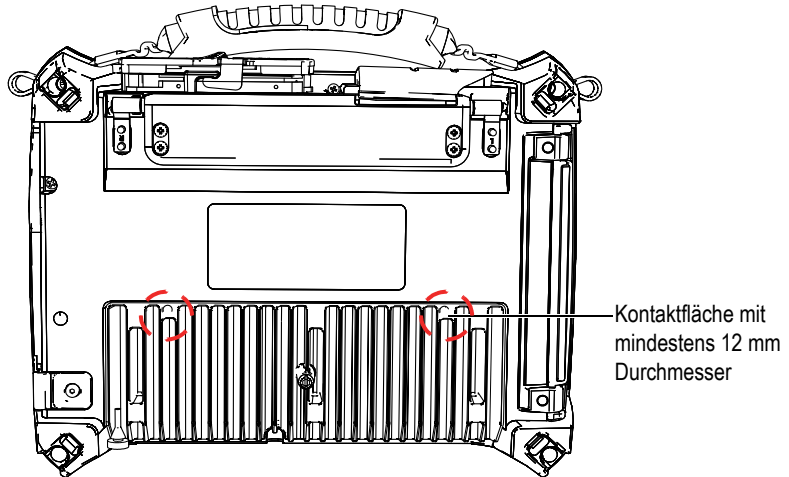

Abbildung 2-9 Vorgaben zur Kontaktfläche
- Vergewissern Sie sich, dass ein Kontakt mit einem Durchmesser von mindestens 12 mm (siehe Abbildung 2-9 auf Seite 39) zwischen dem OmniScan SX und der Befestigungsfläche besteht.